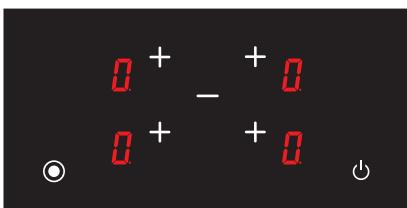

Рис. 23
4. **D** будет отображаться на весь экран (см. Рис. 23). Если какая-либо из конфорок горячая, значки **D** и **H** будут показаны по очереди.